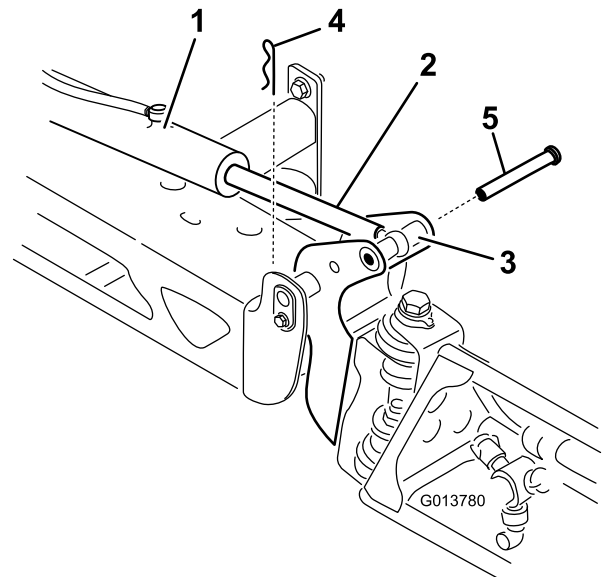

図 118
- ピボットピンからコッターピンを抜き取る 図 118。
- ブームを持ち上げて、ピンを外し 図 118、ブームをゆっくりと床面に降ろす。